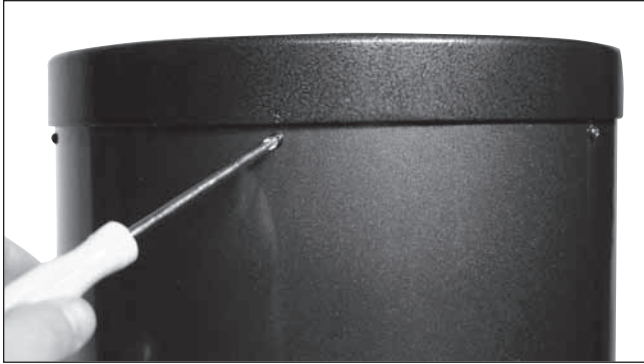

Abbildung 14. Lösen Sie zum Entfernen des hinteren Endrings die Schrauben, mit denen er am Optiktrohr befestigt ist.
1. Um die Spiegelzelle im Optiktrohr zu installieren, muss zuerst der hintere Endring vom unteren Optiktrohrabschnitt entfernt werden. Hierzu lösen und entfernen Sie die Kreuzschlitzschrauben, die den Endring am Optiktrohr befestigen (Abbildung 14), und ziehen dann den Endring vom Optiktrohr ab.